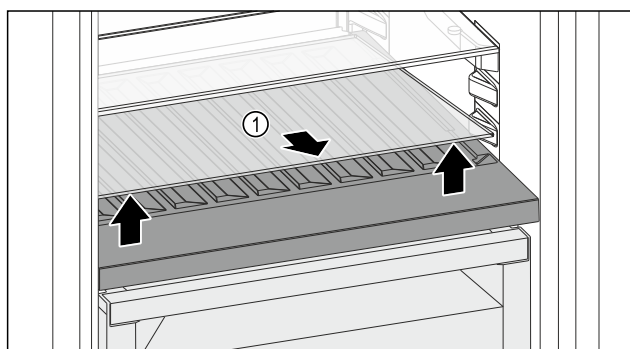

Fig. 192
- Dvignite stekleno ploščo Fig. 192 (1) pri odprtini spredaj in jo odstranite.
- Steklenu ploščo Fig. 192 (1) varno shranite zunaj naprave.
- Steklenu ploščo (2) vložite pod prilagodljivo stojalo za steklenice.